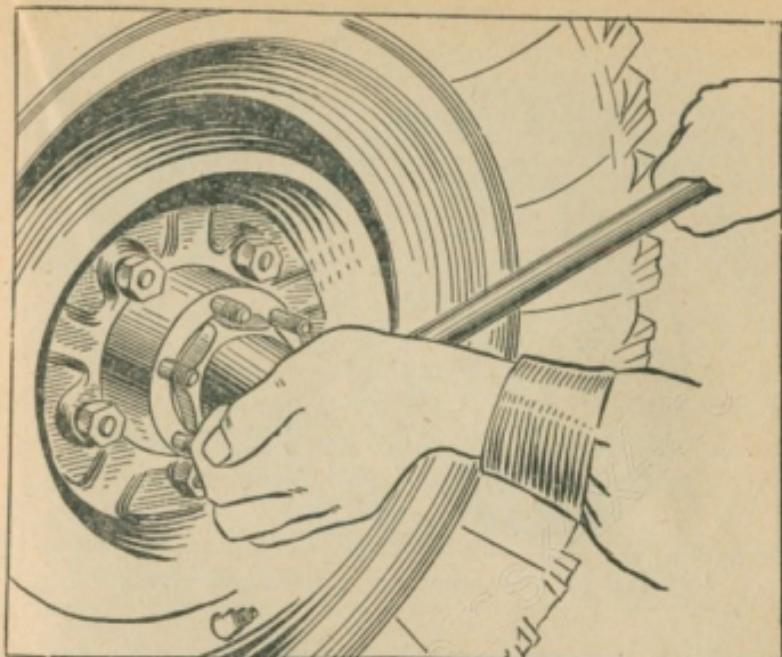

Рис. 90. Регулировка подшипников ступиц
6. Затянуть гайку регулировки подшипников ступицы с помощью ключа и воротка длиной 300—350 мм усилием одной руки до тугого вращения колеса на подшипниках (см. рис. 90).